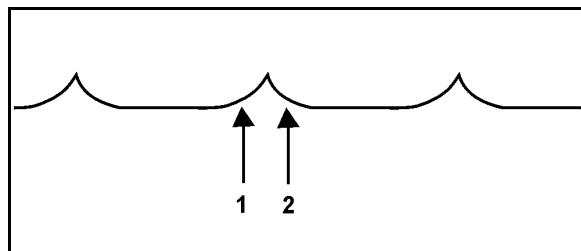

Fig. 22
- Fig. 22: Korrekt innstilling av skålsrekkene.